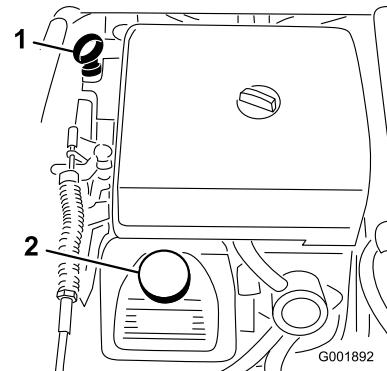

図 50
2. ディップスティックを抜き、ウェスで一度きれいに拭く(図 50)。ディップスティックを、チューブの根元までもう一度しっかりと差し込む。ディップスティックを引き抜いて油量を点検する。
3. オイルの量が不足している場合は、バルブ・カバーについている補給口のキャップ(図 50)を取り、ディップスティックの FULL マークまで補給する。補給するときは、ディップスティックで確認しながら少量ずつ入れる。入れすぎないよう注意してください。
8. 所要量の約 80% のオイルを補給口から入れる(図 50)。